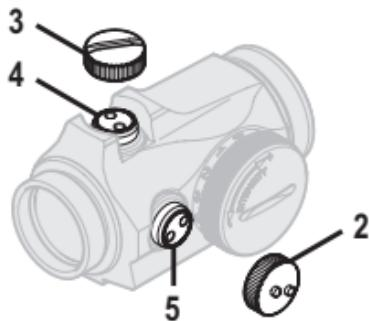

Fig. 2 Ta bort locken
**VARNING:** Fortsätt inte att skruva justerskruvorna (4) och (5), mot botten om du känner motstånd.
- Öppna Linsskydden (11) (12).
- Sätt Vridomkopplaren (8) på en nivå där den röda punkten är tillräckligt ljusstark för att kontrastera mot målet.
- För att komma åt Höjdjusterskruven (4) och Sidojusterskruven (5), ta bort Justeringslocket (2) och Locket (3). Se Fig. 2.